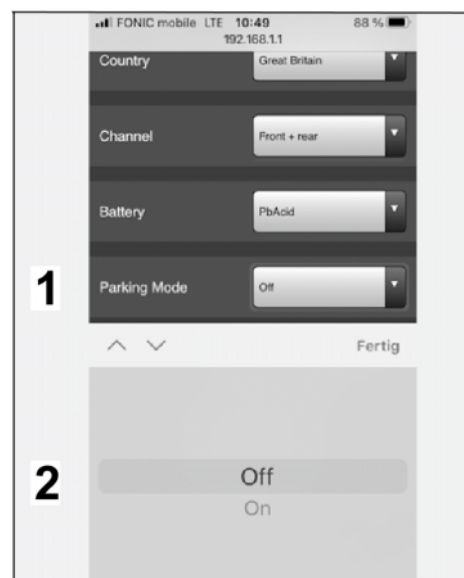

Bild 23
5.3.5 Park Modus wählen (⇒ Bild 23)